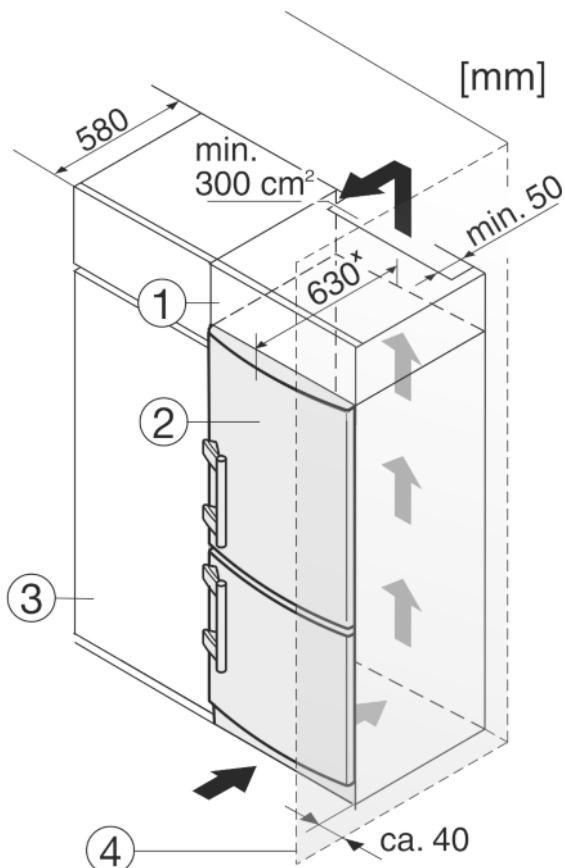

Fig. 9
- (1) Opbouwkast (3) Keukenkast
(2) Apparaat (4) Wand
Het apparaat Fig. 9 (2) kan worden ingebouwd in de keuken. Om het apparaat aan de hoogte van het keukenblok aan te passen, kunt u er een passende opbouwkast Fig. 9 (1) op plaatsen.
Bij een ombouw met keukenkasten (diepte max. 580 mm) kan het apparaat direct naast de keukenkast Fig. 9 (3) worden geplaatst. Het apparaat steekt aan de zijkant 34 mm* en in het midden 50 mm* uit ten opzichte van het keukenkastfront.
Plaast u het apparaat met de scharnierkant naast een muur Fig. 9 (4), dan moet de afstand tussen apparaat en muur minstens 40 mm bedragen. Dit in verband met het uitsteken van de deurgreep bij een geopende deur.